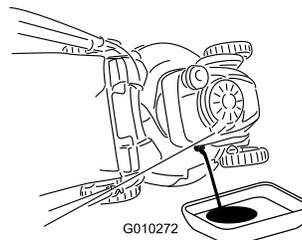

Figura 27
5. Collocate una bacinella di spurgo vicino al lato **destra** del tosaerba (Figura 27).